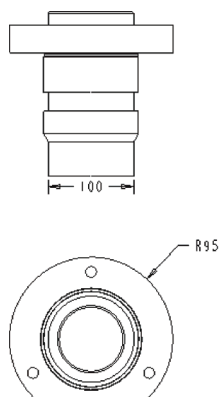

图 14-85 打开模型文件
STEP 01 单击快速访问工具栏中的“打开”按钮, 打开模型文件, 如图 14-85 所示。